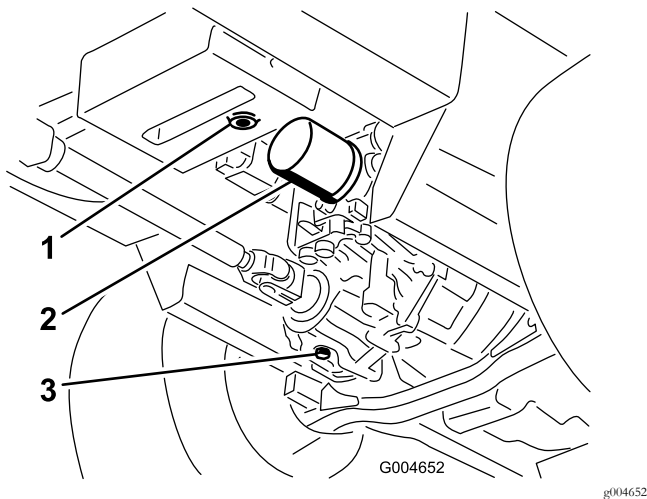

Figura 62
3. Coloque un recipiente grande debajo del depósito de aceite hidráulico y el alojamiento de la transmisión y retire los tapones; deje que se vacíe todo el aceite hidráulico (Figura 62).
4. Limpie la zona alrededor del filtro de fluido hidráulico y retire el filtro (Figura 62).